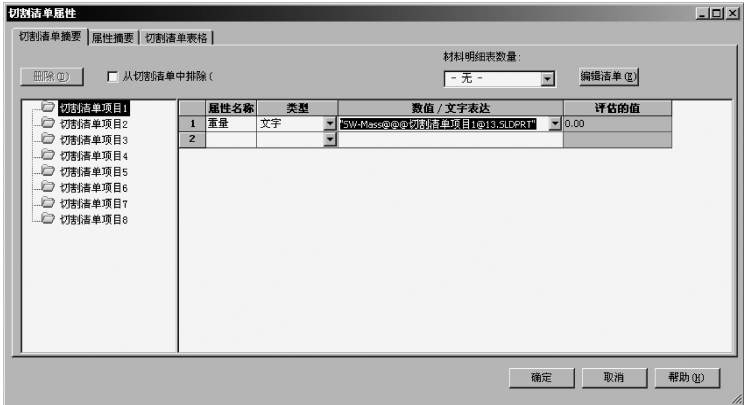

图 8-14 【自定义属性】对话框
- 2) 在【<切割清单属性>切割清单摘要】对话框中，如图 8-14 所示，设置【属性名称】、【类型】和【数值/文字表达】。